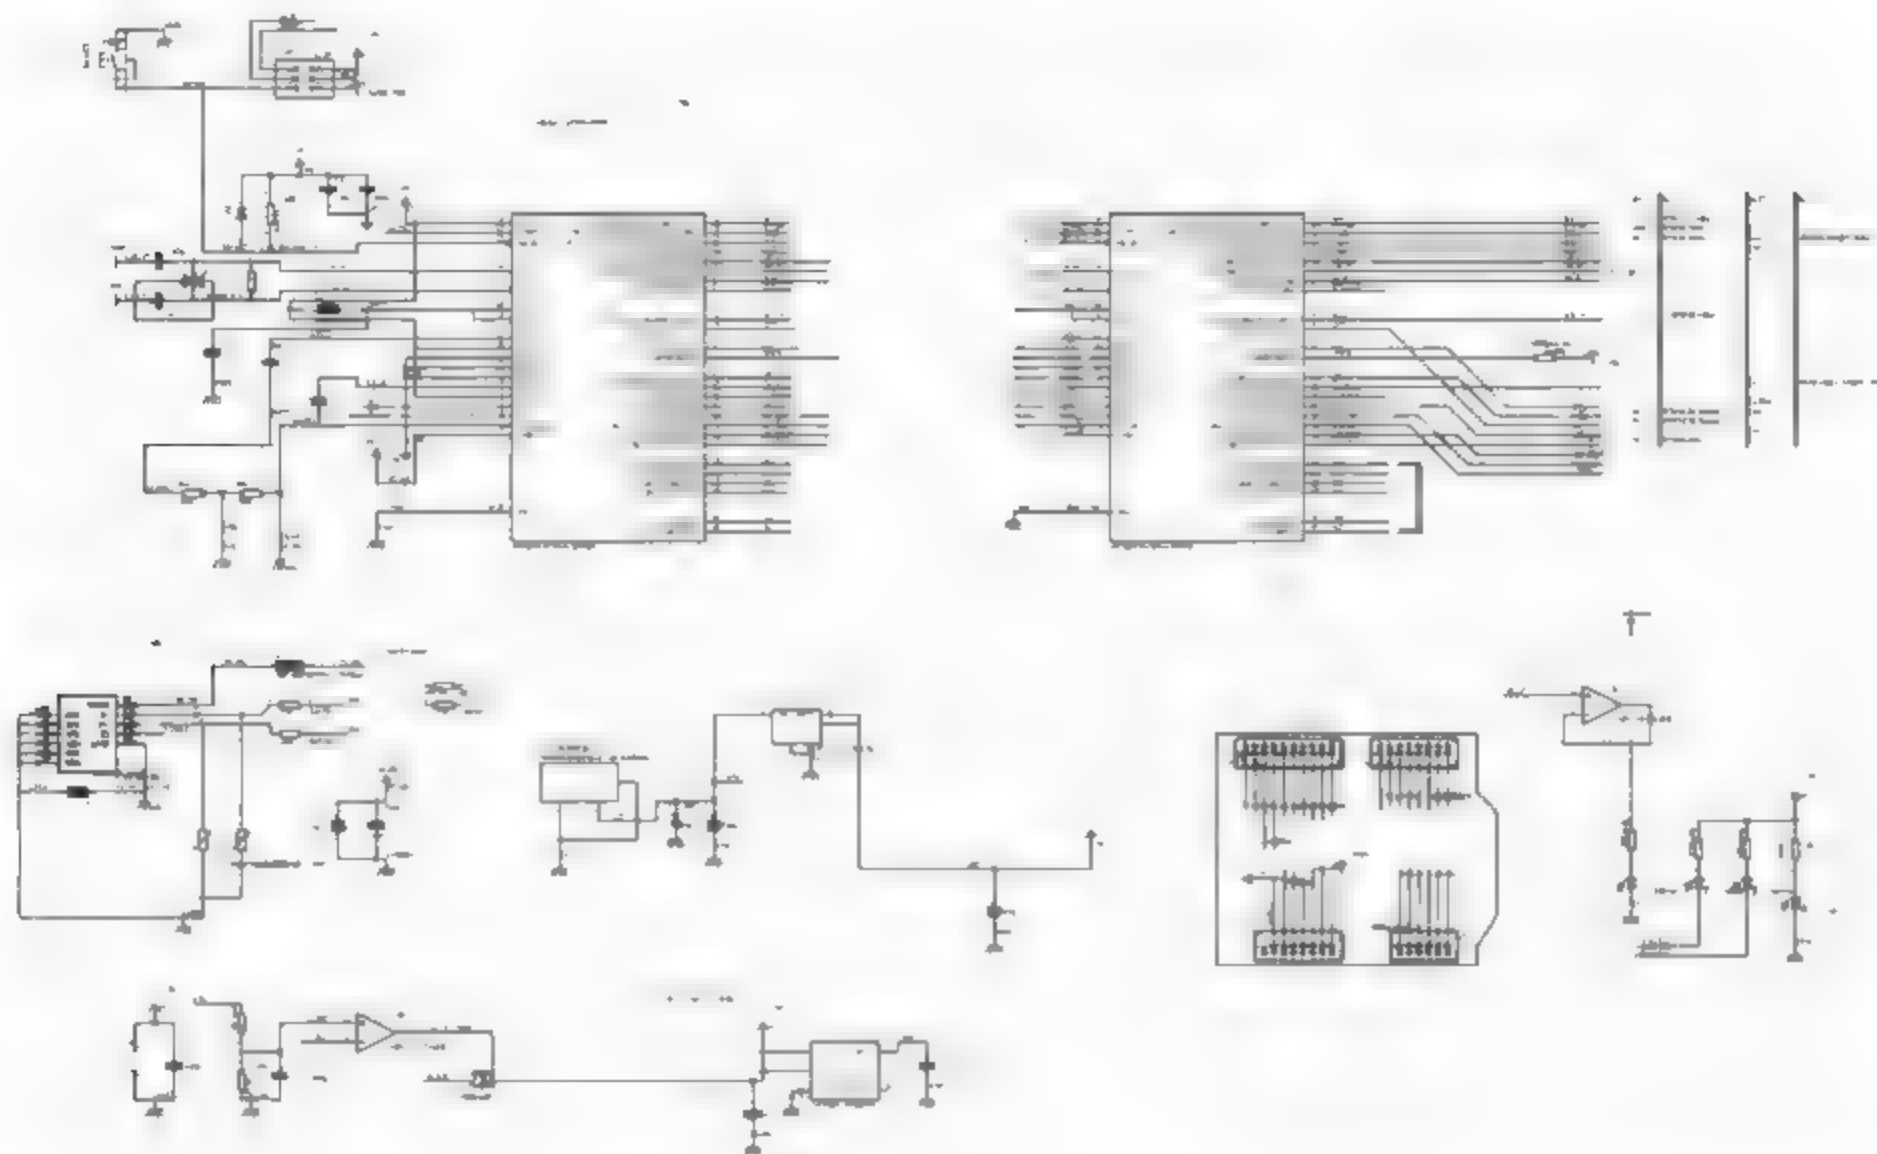

图 6-64 PDF 格式的原理图
(6) 在弹出的“最后步骤”对话框中直接单击 Finish 按钮,即可输出 PDF 文件,效果如图 6-64 所示。